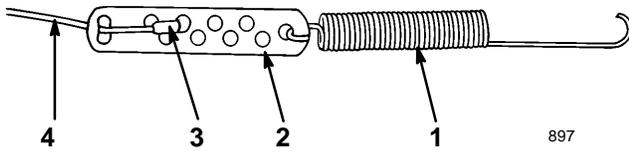

Abbildung 5
- Die Feder in die runde Bohrung am Ende der Kabeleinstellvorrichtung einhaken (Abb. 5).
- Das Kabelende wie in Abbildung 5 gezeigt an der Kabeleinstellvorrichtung befestigen.